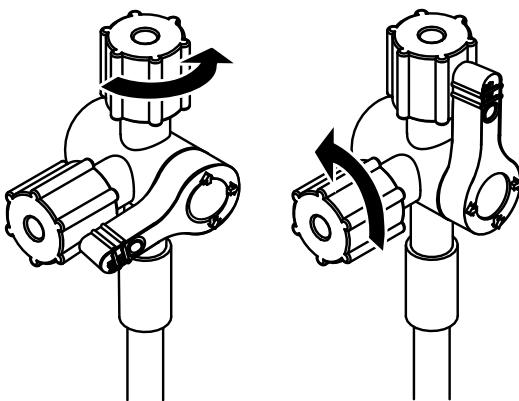

Рисунок 2. Трехходовой клапан в открытых положениях
3. Подготовьте интродьюсер для промывки и убедитесь, что трехходовой клапан открыт. Это можно сделать двумя способами. См. рис. 2.